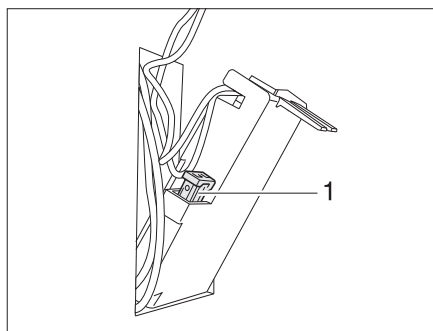

Fig. 96 Fusibile della toilette Thetford
- Sostituire il fusibile (Fig. 96,1).